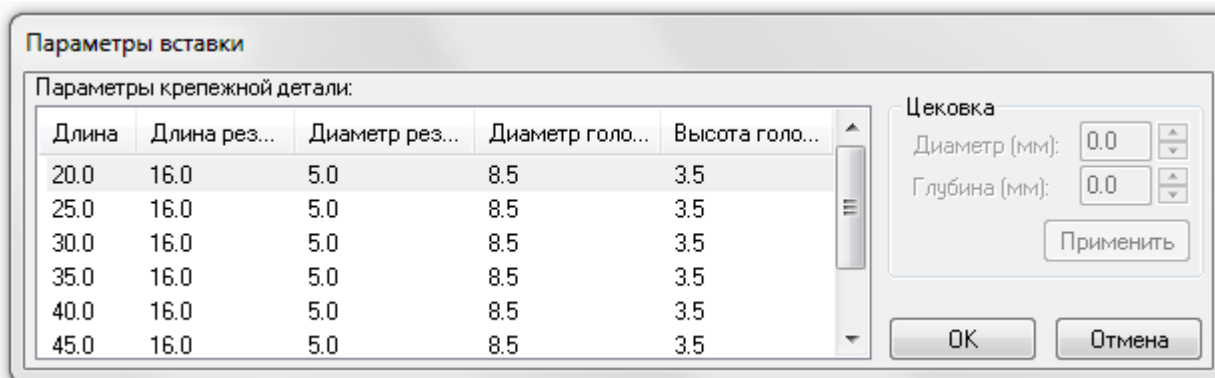

Рисунок 3-28
- **Динамический** (переключатель включен) – на этапе выбора длины ее изменение будет визуально представлено на экране и выбор осуществляется перебором значений из имеющегося списка (Рисунок 3-28).